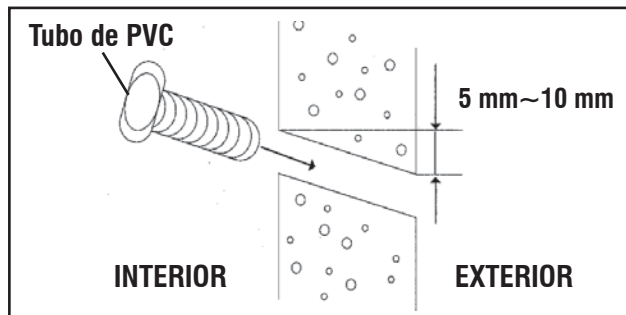

FIG. 17
- Corte e coloque o tubo de PVC de 75mm de diâmetro de acordo com a espessura da parede e passe a tubulação através dela. (fig. 17).